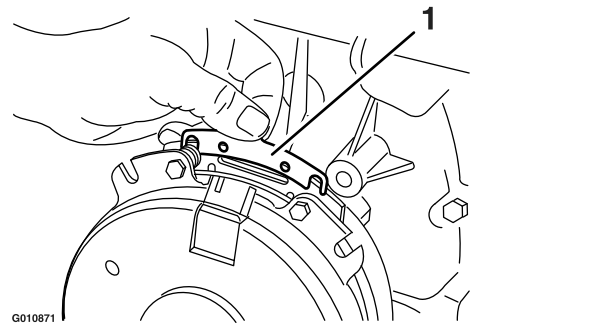

Figure 71
- B. A l'aide d'une pince à becs longs ou avec les doigts, saisissez la languette et déposez la cale (Figure 71).